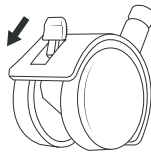

Fig. 2
- ◆ Poussez les leviers sur les deux roulettes avec leviers de blocage ❺ vers le bas une fois l'appareil immobile à un endroit, afin d'éviter tout déplacement de l'appareil (voir figure 2).